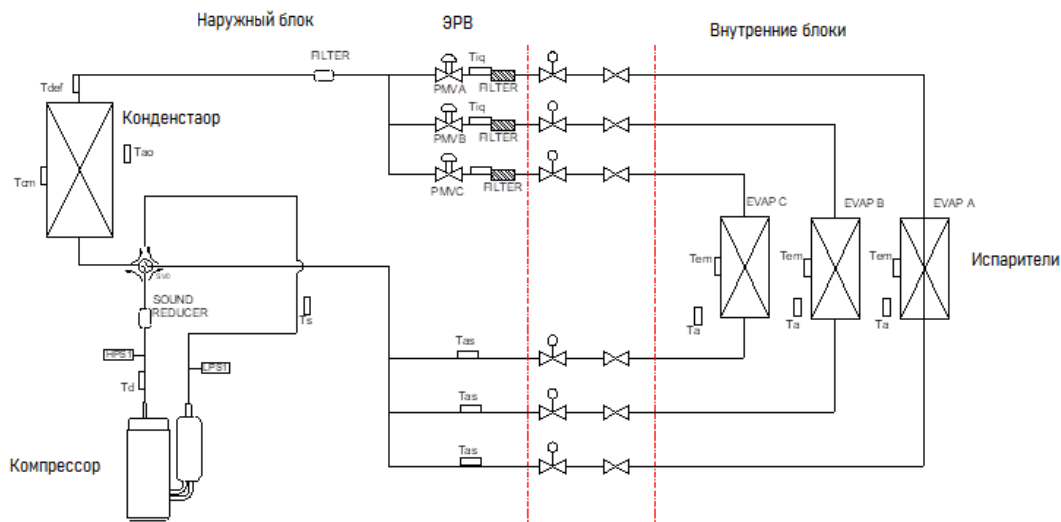

Рис.2- Фреоновая схема мульти плит-системы в режиме охлаждения
- **Принцип работы** (см. схему рис.2)